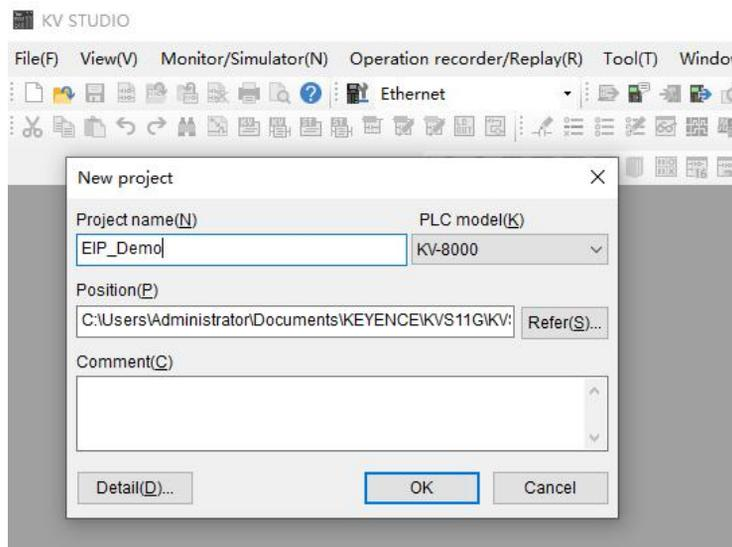

图 4-4
- 如图 4-4 所示弹出新建工程对话框，填写工程名称及存储路径，选择对应的 PLC 类型：